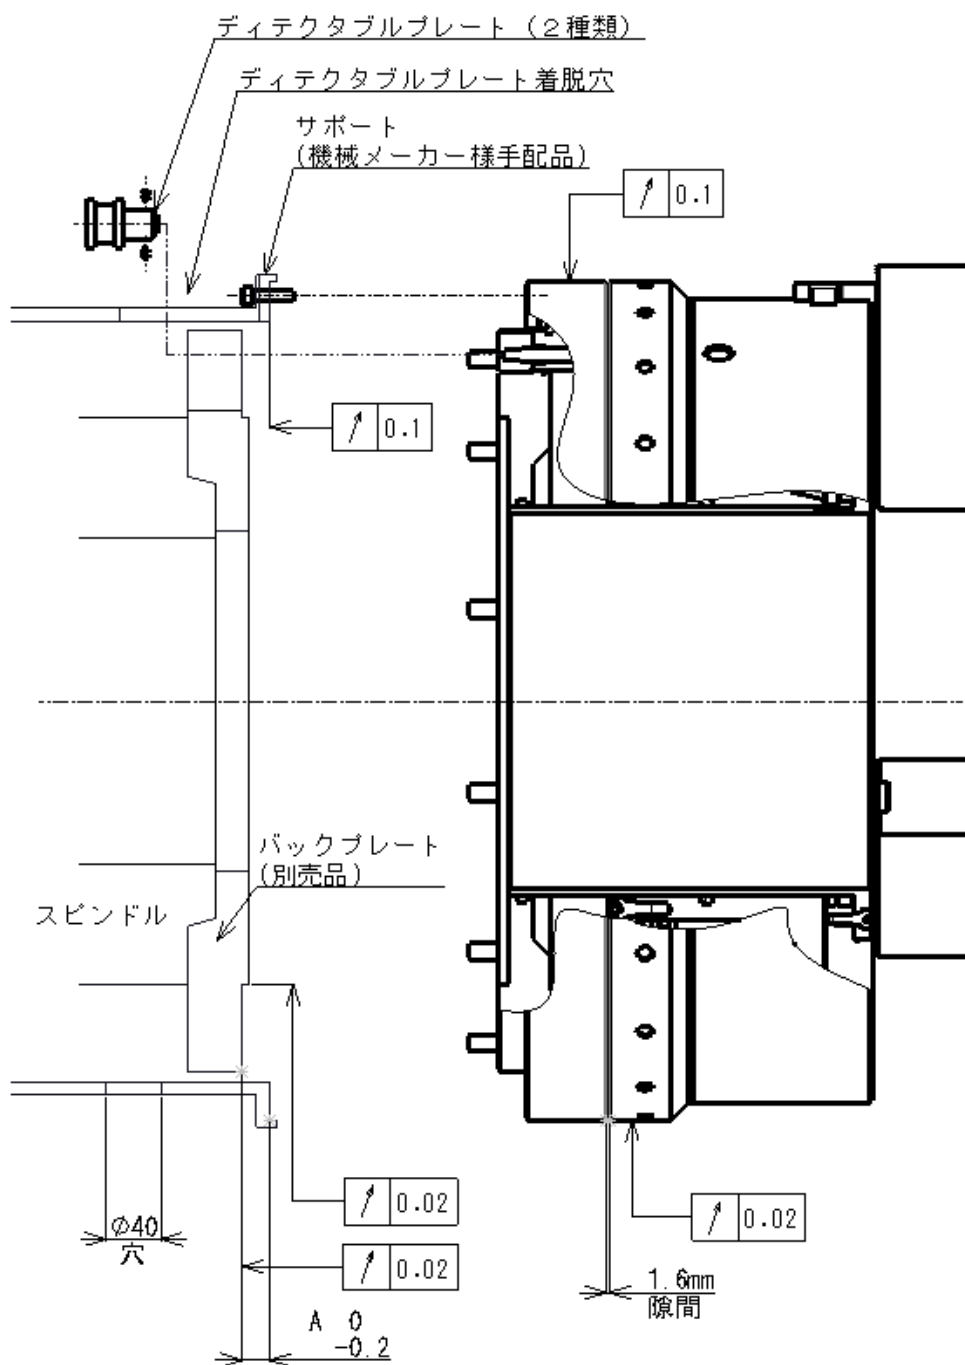

図 14
- バックプレートの振れは加工精度に直結するため、バックプレートの端面振れ・インロー径振れは図 14 に示すように 0.02mm 以下にすること。
- エアサプライリングを旋盤本体に固定するためのサポートを設けること。寸法はそれぞれの外形図を参照すること。図 14 のように、サポート端面の振れが 0.1mm 以下、エアサプライリングとボデーの隙間が 1.6~1.8mm(目標値 1.6mm)になるように、サポートの A 寸法を-0.2~0mm 以内に調整できるようにサポートの構造を工夫すること。
- サポートには図 14 のようなエア逃がし穴(φ40 以上)を真下に設けること。この穴はエアサプライリングとチャックのすき間から出るエアを逃がすため、穴がないとジョーの動作速度が遅くなる。
- 図 14 のように、サポート側面にディテクトابلプレート着脱用の穴を設けておくと、エアサプライリングをサポートに固定したままチャック本体の着脱が可能になる。その場合、チャック着脱時以外は蓋で塞ぎ、サポート内に切削水や切粉が入らないようにすること。
- サポートおよびエアサプライリングを取り付けた際の振れは図 14 の値以下となるように調整すること。エアサプライリングとボデーが接触している場合、チャック回転時に焼き付いて危険。